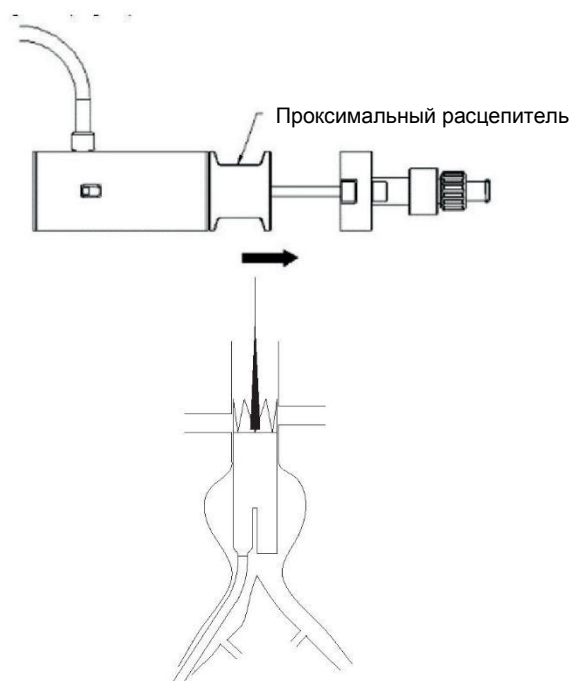

Рис. 8. Потянуть проксимальный расцепитель
- ✧ Потянуть проксимальный расцепитель, чтобы освободить проксимальную пружину стент-графта (Рис. 8).